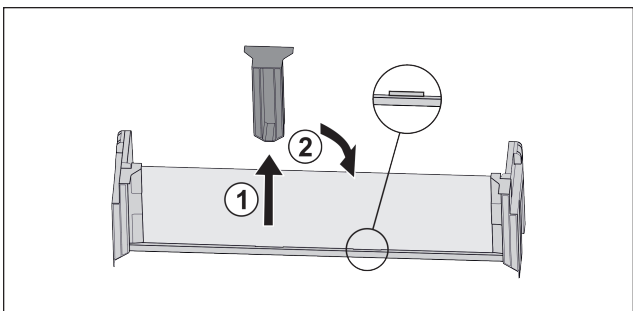

Fig. 21
- ▶ Снимите среднюю поддерживающую деталь Fig. 21 (1).
- ▶ Вставьте среднюю поддерживающую деталь во вторую позицию Fig. 21 (2).